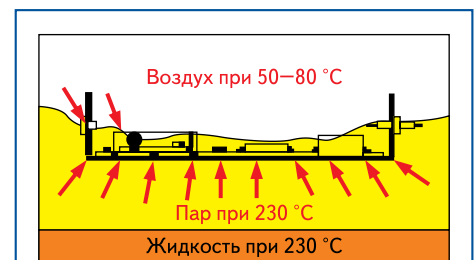

Рис. 3. Изделие перемещается ниже в камере пайки
- Изделие перемещается ниже в камеру пайки (ближе к кипящей жидкости), где концентрация пара наиболее высока (рис. 3). Это позволяет нагреть изделие с заданным градиентом до температуры оплавления припоя.